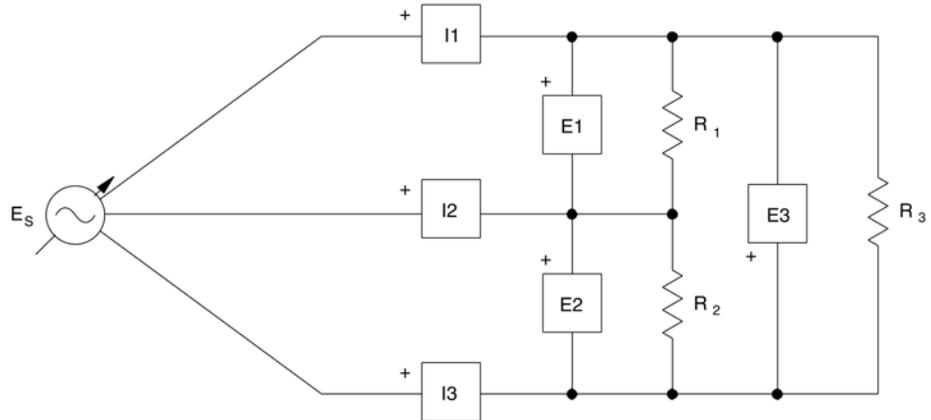

Figure 6-8. Mesure des courants de ligne dans une charge résistive raccordée en triangle.
27. Raccordez à nouveau les appareils de mesure I1, I2 et I3, comme à la figure 6-8, afin de mesurer les courants de ligne de la charge raccordée en triangle. Assurez-vous que la tension E_s est réglée à la valeur utilisée à la